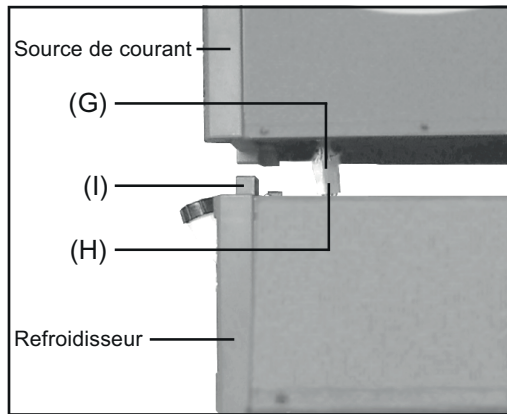

Fig. 12 Établir la connexion
- 19 Tirer la prise de connexion (H) de la source de courant aussi loin que possible à travers l'ouverture sur la face inférieure (Fig. 12)
- 20 Établir à nouveau la connexion (G) entre la source de courant et le refroidisseur (Fig. 12)
- 21 Placer la source de courant avec précaution sur le refroidisseur (Fig. 12)
- 22 Fixer la source de courant sur le refroidisseur à l'aide de deux vis à six pans creux respectivement à l'avant et à l'arrière (Fig. 12)